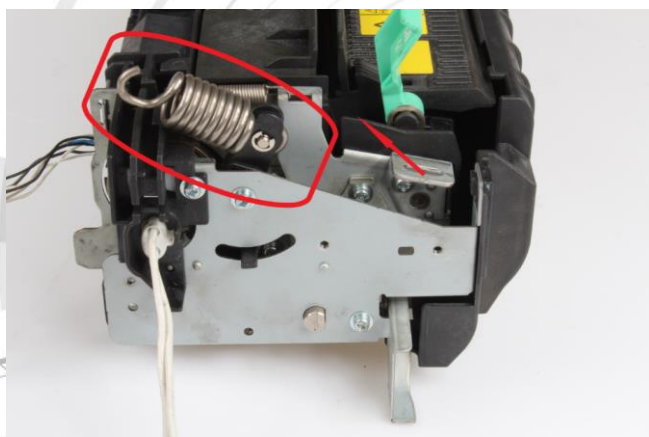

Rysunek 14 Śrubka mocująca plastik z czujnikiem docisku.
5. Z lewej strony odkręcamy jedną śrubkę od plastiku trzymającego czujnik docisku. Zdejmujemy plastik z czujnikiem docisku od rolki dociskowej. Nie odpinać konektora od czujnika. Rys.14,15